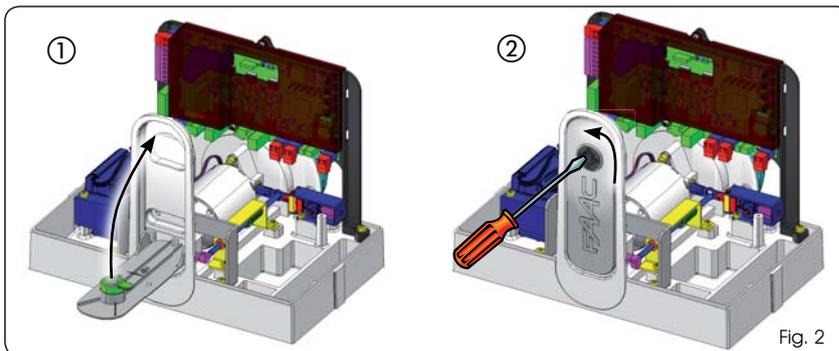

Fig. 2
1. Alzare completamente la leva di sblocco sino all'arresto meccanico, Fig. 2 rif. ①.
2. Ruotare lo sblocco in senso antiorario come indicato in Fig. 2 rif. ②.